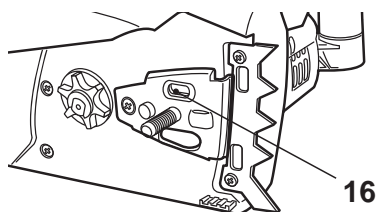

Fig.37
- > Examinez le trou du réservoir d'huile [16]; s'il est bouché, nettoyez-le afin d'assurer un graissage correct de la chaîne et du guide-chaîne lorsque l'appareil fonctionne. Utilisez pour cela un fil de fer mou assez fin pour être introduit dans le trou de vidange d'huile (Fig.37).